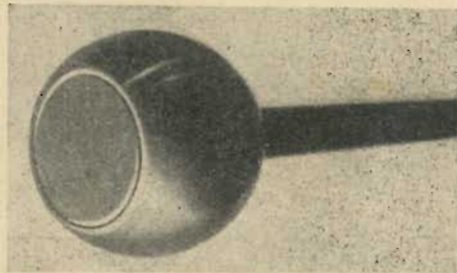
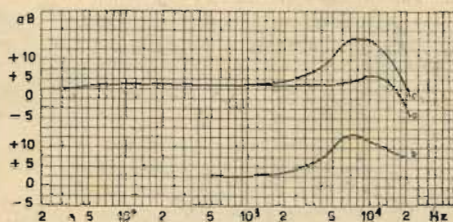

Fig. 2. - Microfono per misure di forma sferica senza cavità davanti alla membrana.
Fig. 3. - Curva di taratura del microfono sferico per misure.
Si procedette nel seguente modo: si costruì anzitutto un microfono a condensatore senza cavità davanti alla membrana, il microfono era sferico; la perturbazione del campo sonoro che esso produceva poté essere facilmente calcolata (2) (fig. 2). La prova in un campo acustico libero fu ottenuta con una misura elettrostatica di pressione, corretta in funzione dei valori calcolati della deformazione del campo sonoro (v. fig. 3).